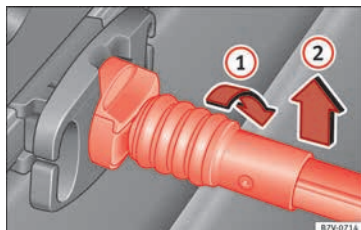

Abb. 172 Kuvertnetz aushängen.
- Haltestange um 90° nach rechts drehen » **Abb. 172** ①, bis die rote Markierung an der Haltestange zu sehen ist. Haltestange nach oben herausnehmen ②.